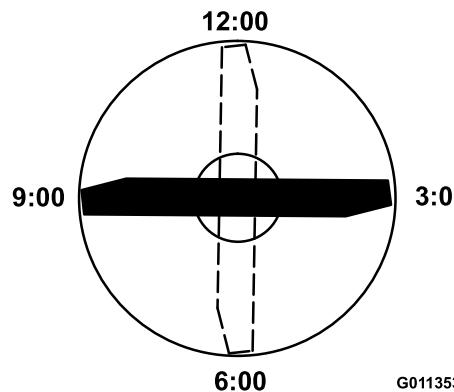

Figure 70
- Positionnez le tranchant de l'extrémité repérée à la position 12 heures (droit devant dans la direction de la tonte) et mesurez la hauteur de la surface plane au tranchant de la lame (Figure 70).
- Tournez l'extrémité repérée de la lame aux positions 3 et 9 heures et mesurez les hauteurs respectives (Figure 70).